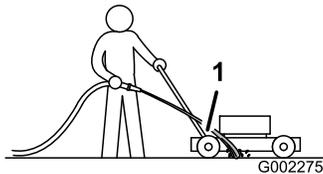

Figura 27
3. Mantenha a mangueira ligada ao nível da pega e direcione a água para fluir para o solo mesmo em frente da roda traseira direita (**Figura 27**).